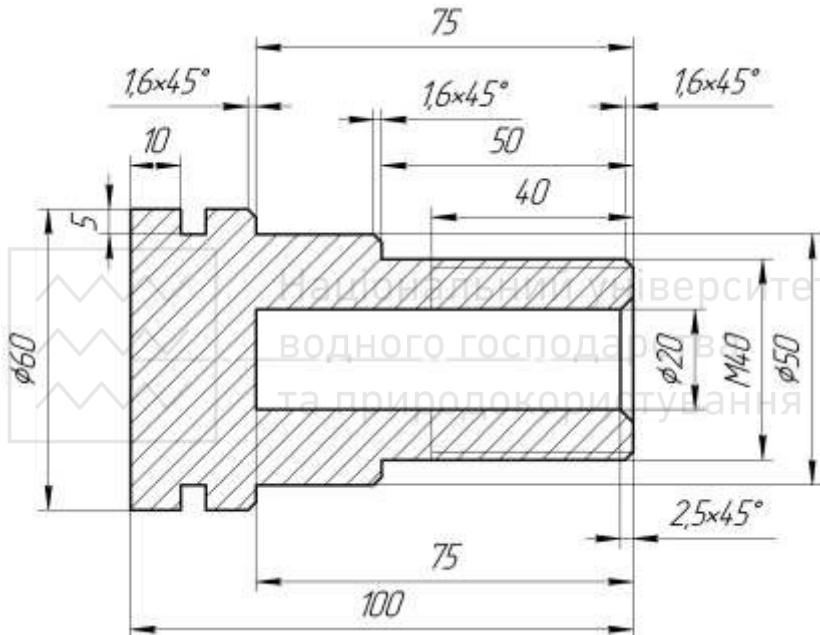

Рис. 33.
4. Виконання завдання за рис. 33.